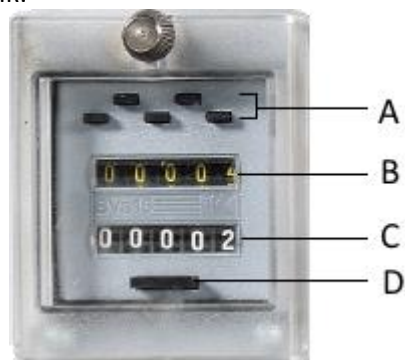

Рис.4
- Установите на счетчике необходимое количество резов, используя кнопки (A, рис.4). Заданное количество будет отображаться на индикаторе (B, рис.4). Произведенное количество резов отображается в окне (C). Кнопка (D) обнуляет счетчик.